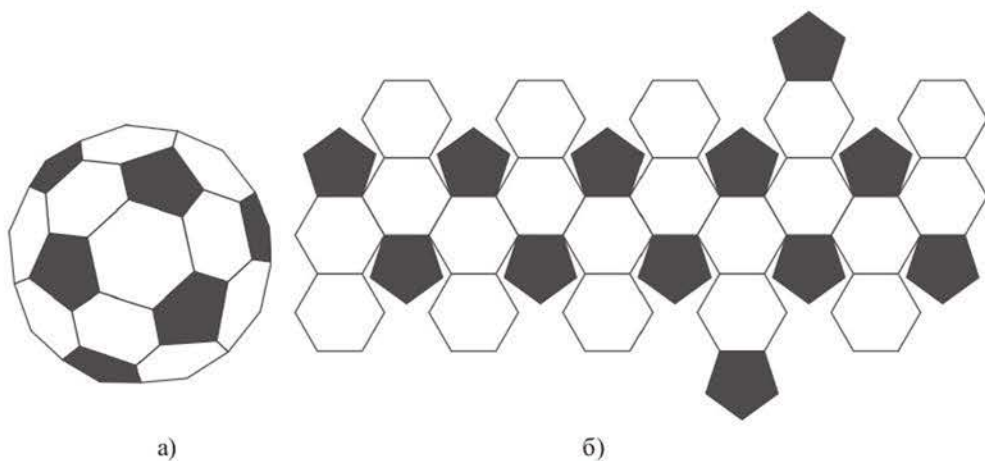

Рисунок 16.8 Макет (а) и развертка мяча (б)
Один из примеров визуализации творческой идеи – макетирование. Рассмотрим макет мяча (рисунок 16.8 а).
- выполнить развертку (рисунок 16.8 б);